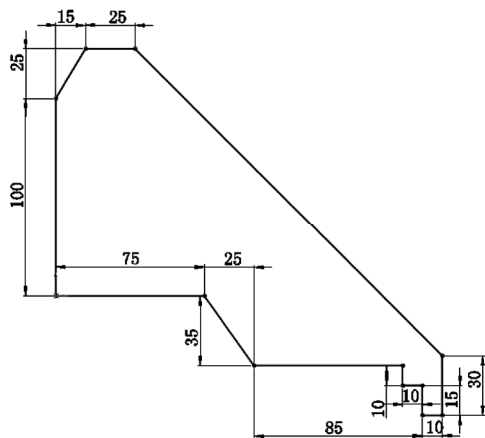

图 10-27 绘制草图 1
**02** 绘制草图 1。在左侧的“FeatureManager 设计树”中用鼠标选择“前视基准面”作为绘制图形的基准面。单击“草图”控制面板中的“直线”按钮以及“转换实体引用”按钮，绘制并标注草图如图 10-27 所示。